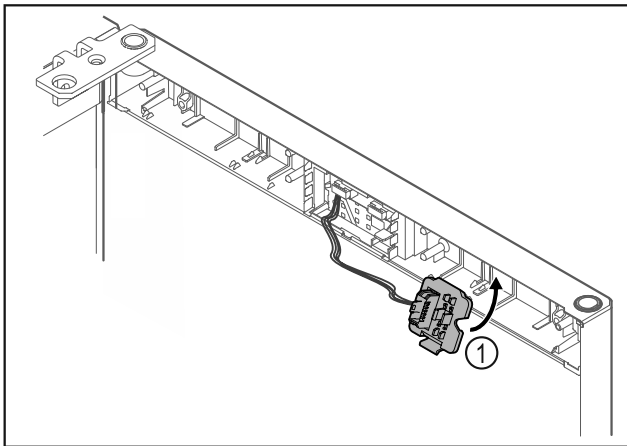

Fig. 13
- ▶ Steckerhalterung Fig. 13 (1) auf Gegenseite einrasten.*